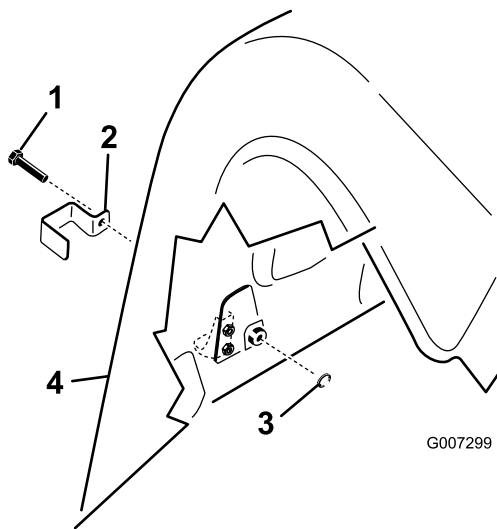

Bild 18
1. Montieren Sie am Modell ProCore 864 mit einer Gewindeschraube (insgesamt vier) eine Sperrhalterung über der linken und rechten unteren Abdeckung und den Riegeln der oberen Abdeckung (Bild 18).
- Montieren Sie am Modell ProCore 1298 mit einer Gewindeschraube (drei pro Aerifizierkopf, insgesamt sechs) eine Sperrhalterung über allen unteren Abdeckungsriegel hinten und über den äußeren Abdeckungsriegeln oben, siehe Bild 18.
- Schrauben Sie eine interne Sicherungsscheibe mit einer Zange oder einem verstellbaren Schraubenschlüssel auf jede Schraube (ein bis zwei Gewindeumdrehungen), um den Riegel zu befestigen (Bild 18).